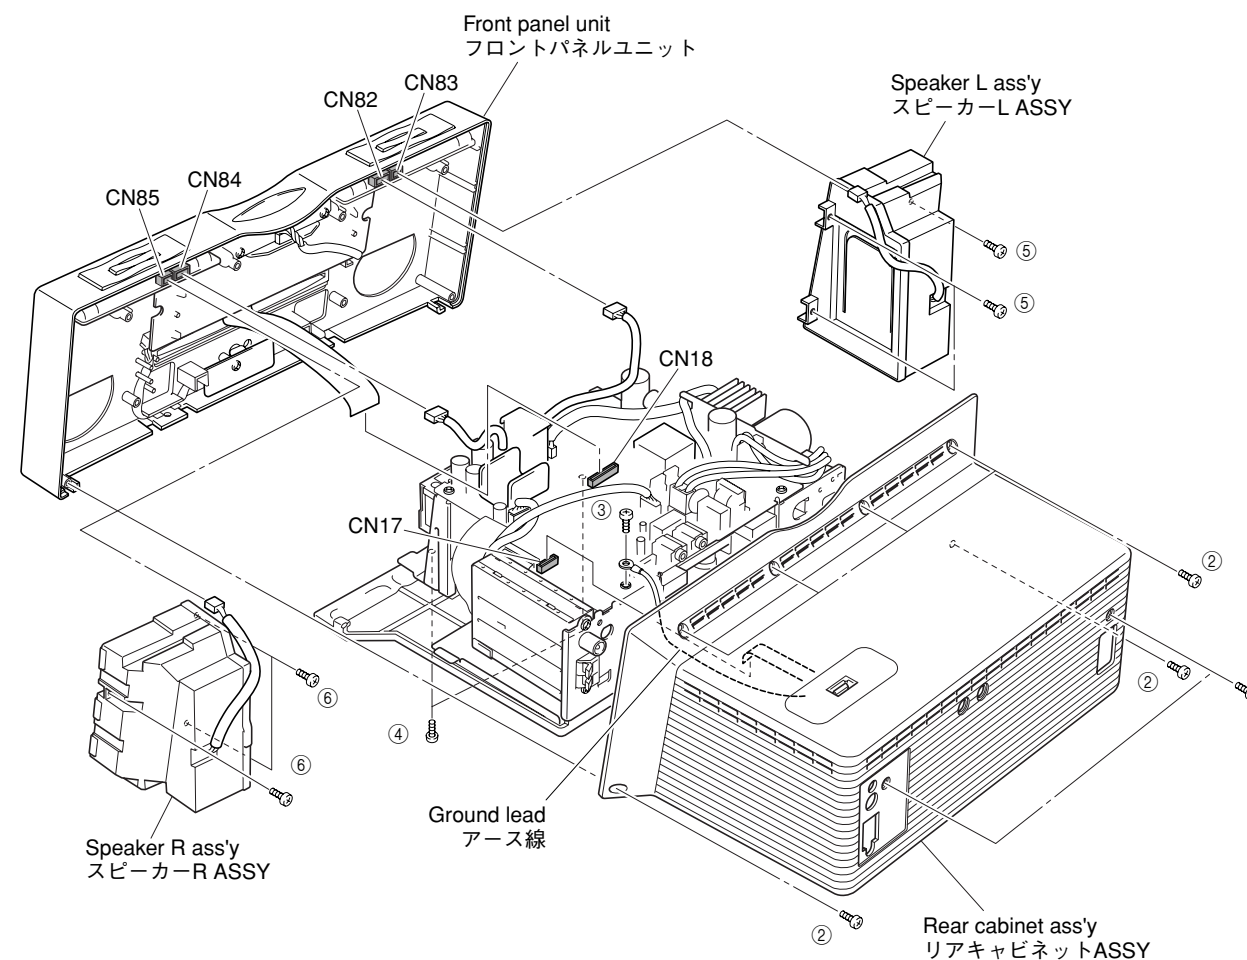

Fig. 1
- a. Remove 2 screws (①) and 6 screws (②). (Fig. 1)
- b. Pull out the rear cabinet rearward slowly. (Fig. 1)
- c. Remove CN17. (Fig. 1)
- d. Remove screw (③) and then remove the ground lead. (Fig. 1)
- e. Remove the rear cabinet ass'y. (Fig. 1)
- a. ①のネジ2本、②のネジ6本を外します。(Fig. 1)
- b. リアキャビネットを後方に引き出します。(Fig. 1)
- c. CN17を外します。(Fig. 1)
- d. ③のネジ1本を外し、アース線を外します。(Fig. 1)
- e. リアキャビネットASSYを取り外します。(Fig. 1)
- a. Remove 2 screws (④). (Fig. 1)
- b. Remove CN18, CN82 and CN84. (Fig. 1)
- c. Remove the front panel unit forward. (Fig. 1)
- a. ④のネジ2本を外します。(Fig. 1)
- b. CN18、CN82、CN84を外します。(Fig. 1)
- c. フロントパネルユニットを前方へ取り外します。(Fig. 1)
- a. Remove 3 screws (⑤). (Fig. 1)
- b. Remove CN83. (Fig. 1)
- c. Remove the speaker L ass'y. (Fig. 1)
- d. Remove 3 screws (⑥). (Fig. 1)
- e. Remove CN85. (Fig. 1)
- f. Remove the speaker R ass'y. (Fig. 1)
- a. ⑤のネジ3本を外します。(Fig. 1)
- b. CN83を外します。(Fig. 1)
- c. スピーカーL ASSYを取り外します。(Fig. 1)
- d. ⑥のネジ3本を外します。(Fig. 1)
- e. CN85を外します。(Fig. 1)
- f. スピーカーR ASSYを取り外します。(Fig. 1)